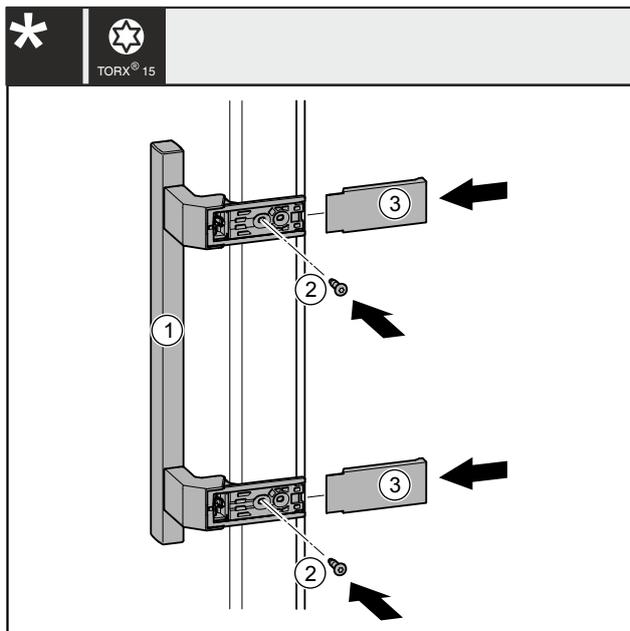

Fig. 41
- ▶ Griff Fig. 41 (1) auf der Gegenseite ansetzen.
- ▶ Schrauben Fig. 41 (2) mit Schraubendreher festschrauben.
- ▶ Abdeckungen Fig. 41 (3) seitlich ansetzen und aufschieben, so dass sie einrasten.